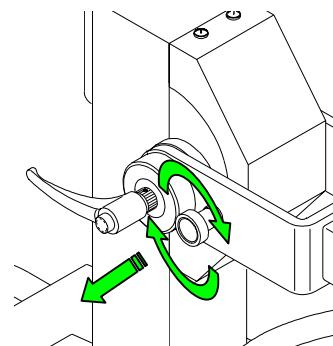

Fig. 5
- Rotate and pull the proper release handgrip (see Fig. 5).
- Ruotare e tirate l'apposita impugnatura di sgancio (vedi Fig. 5).